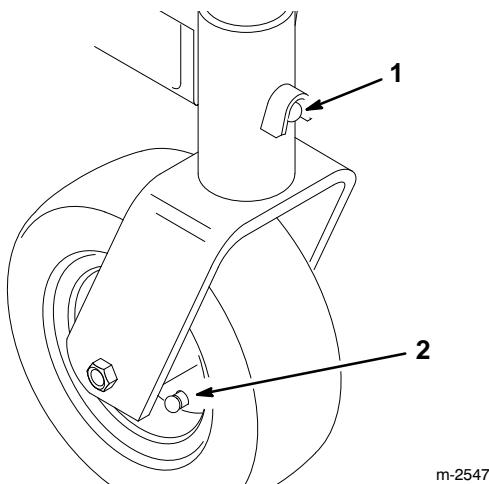

Abbildung 24
3. Die Schmiernippel an den Trägerrahmen-Montagerohren und den Ablenkrä dern schmieren (Abb. 24).